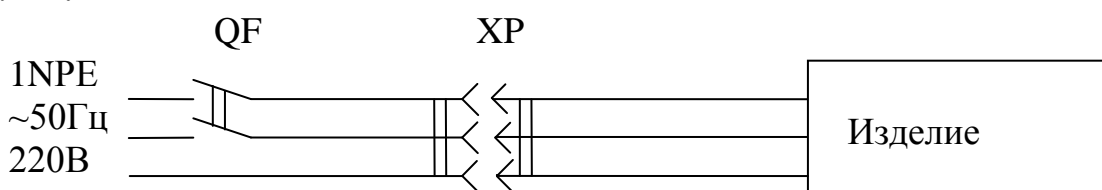

Рис.1 Схема подключения изделия к электросети
6.4. Изделие должно подключаться к питающей электрической линии (рис.1) через автоматический выключатель электромагнитной защиты, уставка срабатывания которого больше значения номинального тока в таблице 1. Выбор автоматического выключателя производить по большему ближайшему значению уставки срабатывания.